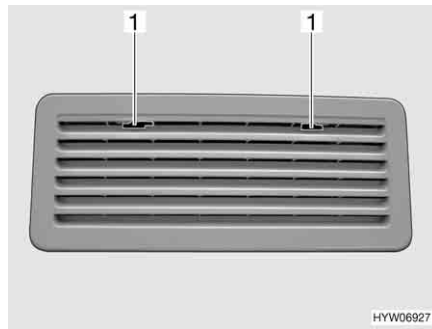

Fig. 150 Grille d'aération du réfrigérateur (Thetford)
- Pousser le dispositif de blocage (Fig. 150,1) vers le milieu.